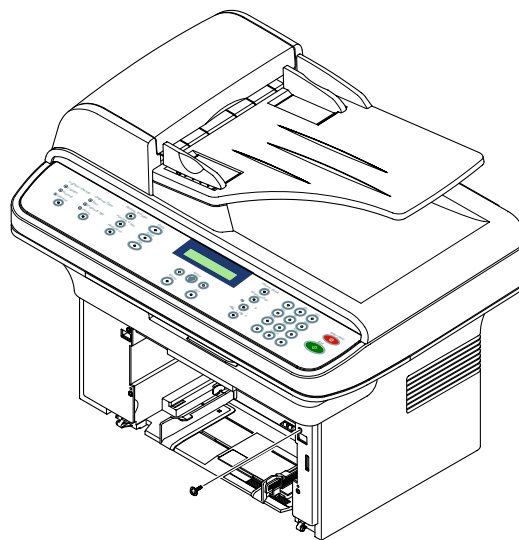

Рисунок 1
3. Выкрутите винт, крепящий правую крышку, рисунок 1.